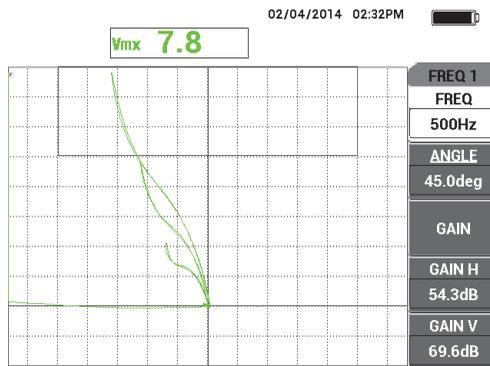

Figure 5-7 Dernière vérification de l'étalonnage
9. Appuyez sur la touche FREEZE (❄️) pour mettre fin au gel de l'appareil, placez la sonde sur le bloc étalon, appuyez sur la touche A-LIFT NULL (⊕), et puis balayez le bloc étalon pour effectuer une dernière vérification de l'étalonnage (voir Figure 5-7 à la page 141).